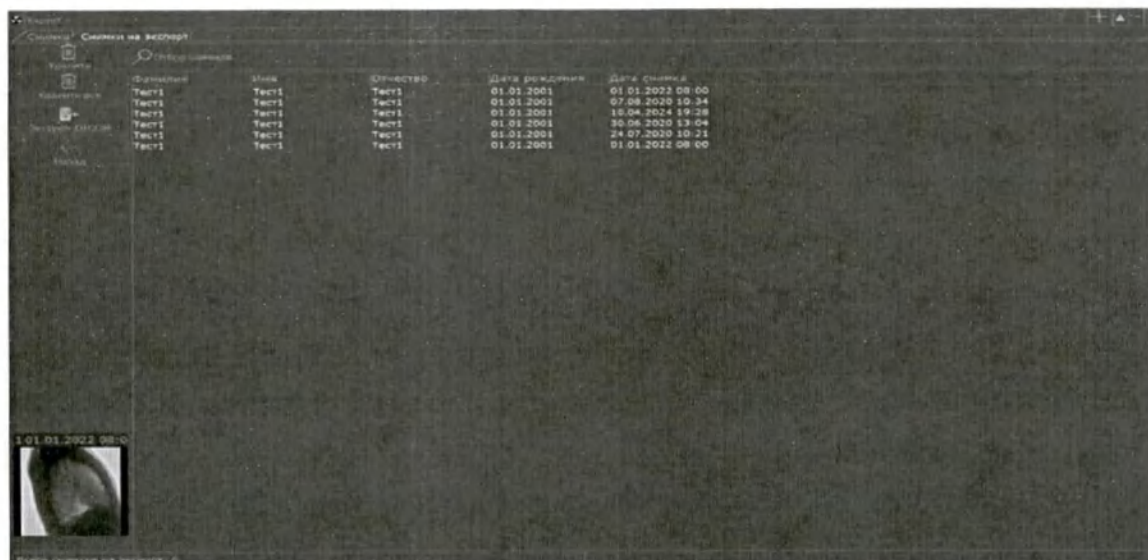

Рис. 43 Внешний вид вкладки "Снимки на экспорт"
- Снимки, находящиеся в очереди можно увидеть, перейдя во вкладку «Снимки на экспорт» (Рис. 43 Внешний вид вкладки "Снимки на экспорт")